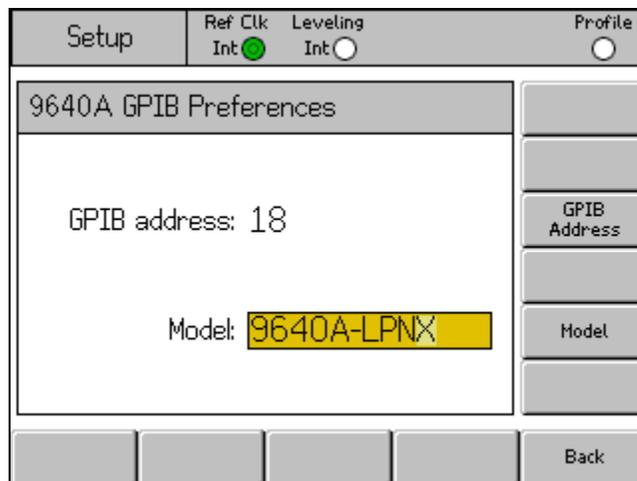

Figure 3-23. Modèle de préférences GPIB 9640A (entrée)
- Si nécessaire, utilisez la touche de fonction Model (Modèle) pour mettre en surbrillance le champ Model. Voir la Figure 3-23. Ce champ correspond à la partie <modèle> de la réponse *IDN? pour la personnalité d'émulation sélectionnée. Le champ de modèle s'affiche uniquement pour les personnalités d'émulation qui prennent en charge *IDN?.